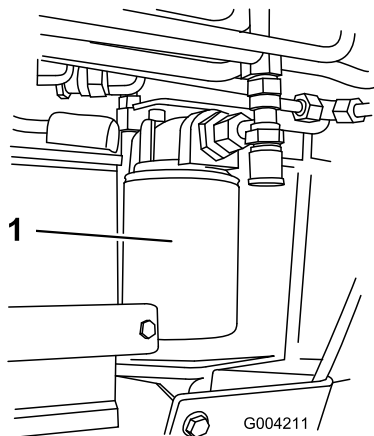

Figura 55
4. Coloque un recipiente debajo del filtro (Figura 55).
5. Retire el filtro usado (Figura 55) y limpie con un paño la superficie de la junta del adaptador del filtro.
7. Instale el filtro hidráulico nuevo en el adaptador del filtro (Figura 55). Apriete el filtro en el sentido de las agujas del reloj hasta que la junta de goma entre en contacto con el adaptador del filtro, luego apriete el filtro 3/4 de vuelta más.